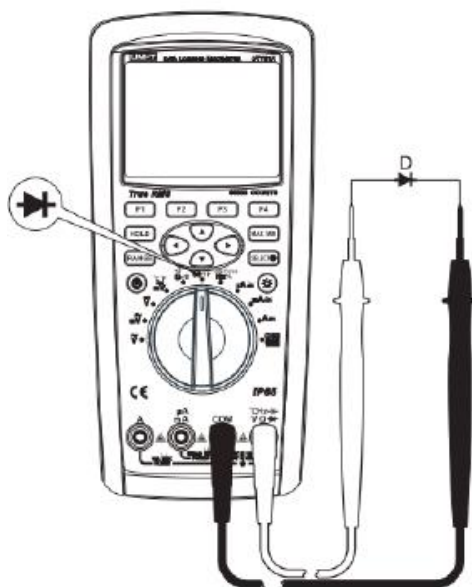

Рис.10
2) Установите поворотный переключатель в положение измерения **▶▶▶**, а режим измерения диода по умолчанию. Подключите измерительные провода к обоим выводам диодов, как показано на рис.10